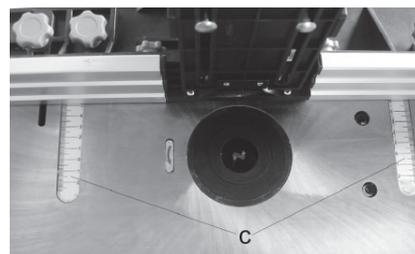

Рис. 14
Сместите упор назад или вперед для установки нужного положения. Для определения расстояния и центра фрезерования используйте шкалу (C) на рабочем столе. Рис.14.